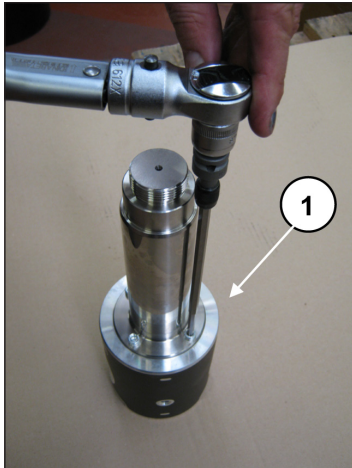

Fig. 47
Pour désassembler la tige du guide de piston, dévisser les vis à tête cylindrique M6 à l'aide d'une clé spéciale (rep. ①, Fig. 47).